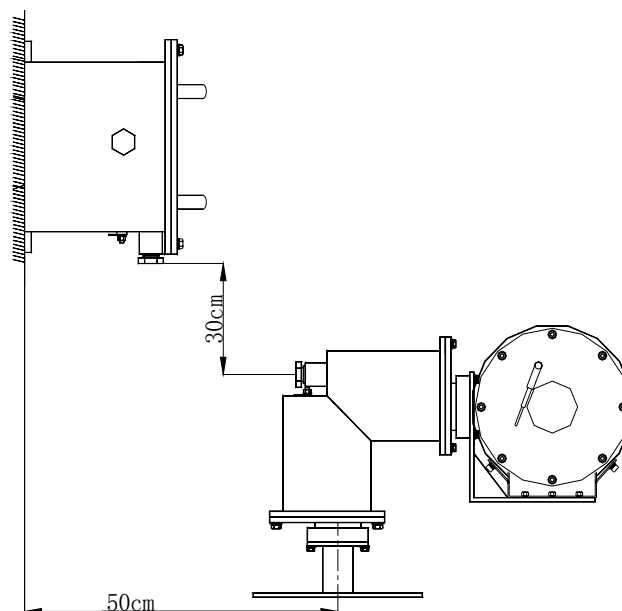

图 2-2-1
①控制箱应如图所示垂直地安装于水平面。应避免倒装，斜装。应使用螺栓安装在牢固的支架或结构件上。将外壳接地螺钉可靠接地。
②控制箱安装时应与隔爆云台间有一定高度及距离，应如图 2-2-1 所示留有一定的空间，实际安装在高于云台 30cm 处。